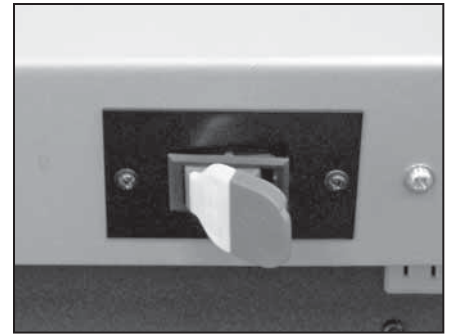

Figure 18
11. Mettre en marche avec l'interrupteur de la toupie – consulter les instructions du fabricant. Voir la figure 18.